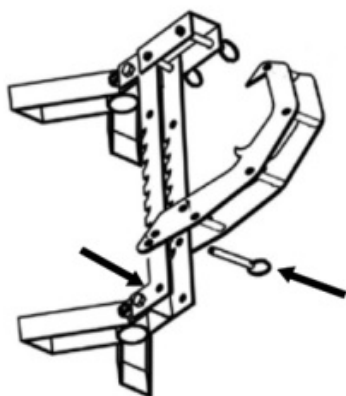

Figure 16
5. Verrouillez l'assemblage du crochet dans le trou d'emplacement de l'assemblage du support à l'aide d'une goupille à dégagement rapide (9,5x68mm). Les 2 trous de positionnement sont optionnels en fonction de la situation réelle. Comme indiqué sur la figure 16.